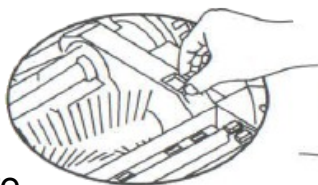

Рис. 1
1. Пальцем правой руки сдвиньте крепежную планку вперед и поднимите крышку, левой рукой поднимите направляющую основной щетки (как показано на рис. 1 и 2).